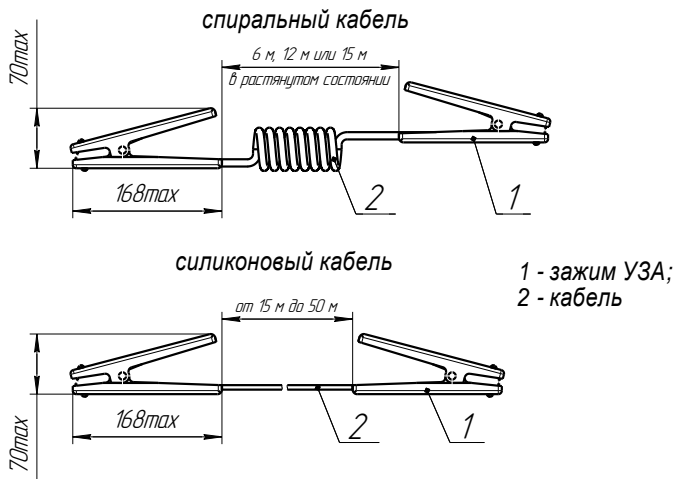

Рисунок 6 – Заземляющий проводник
2.2.6 Устройство оснащено заземляющим проводником (рисунок 6) с пружинными контактными зажимами с обеих сторон, обеспечивающими крепление к металлическим частям и измерение переходных сопротивлений.